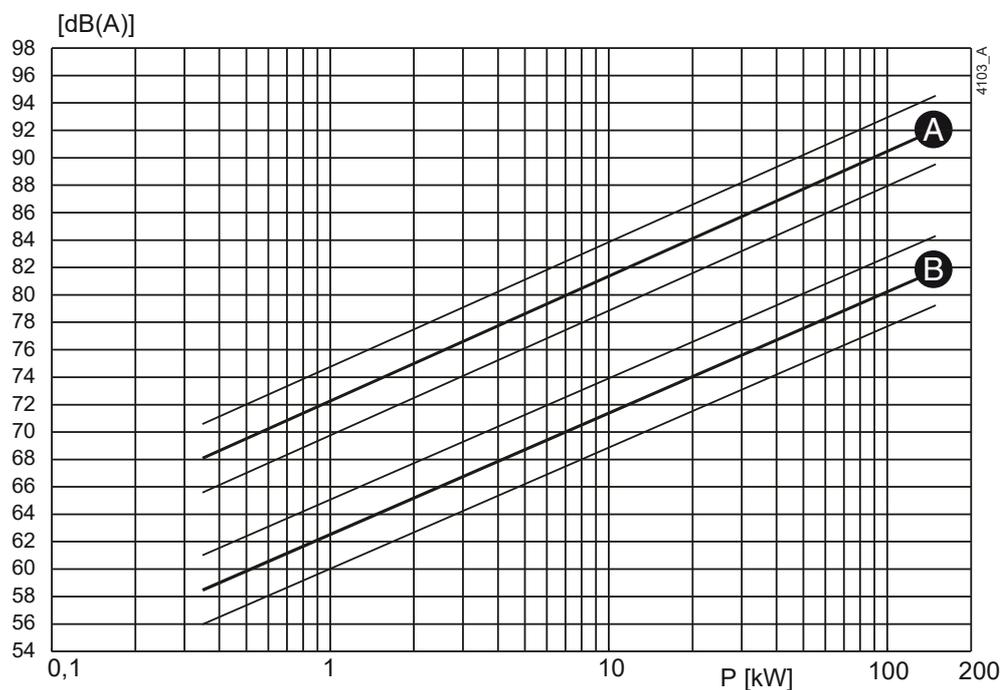
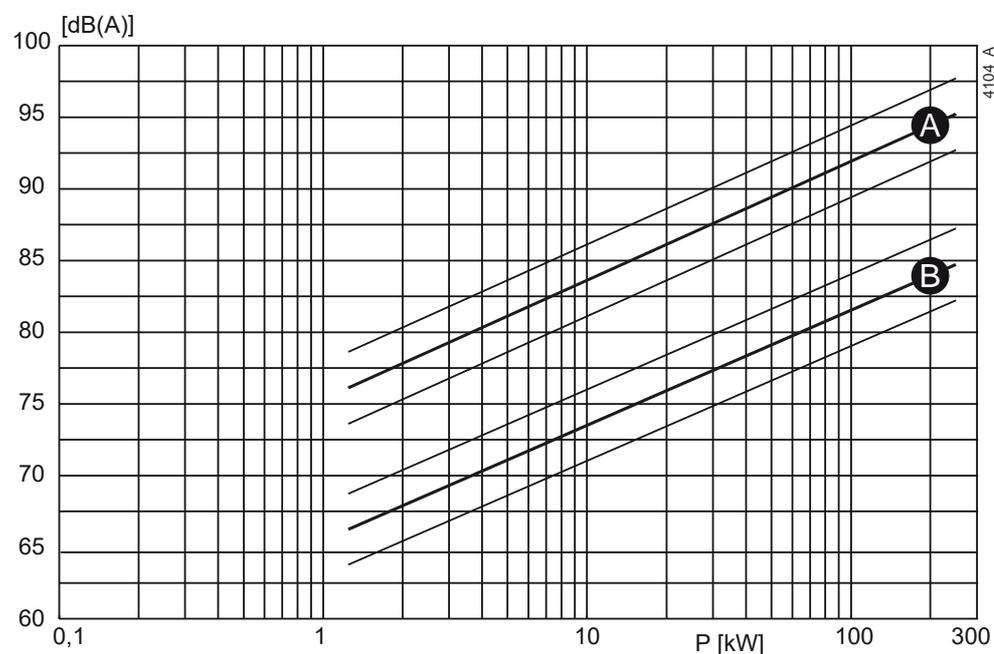

Abbildung 41: Schall als Funktion der Pumpenleistung [kW] bei 1450 min^{-1}
Abbildung 42: Schall als Funktion der Pumpenleistung [kW] bei 2900 min^{-1}
- 1 Um den Schallpegel (L_1) der Pumpe zu bestimmen, siehe Abbildung 41 oder Abbildung 42.